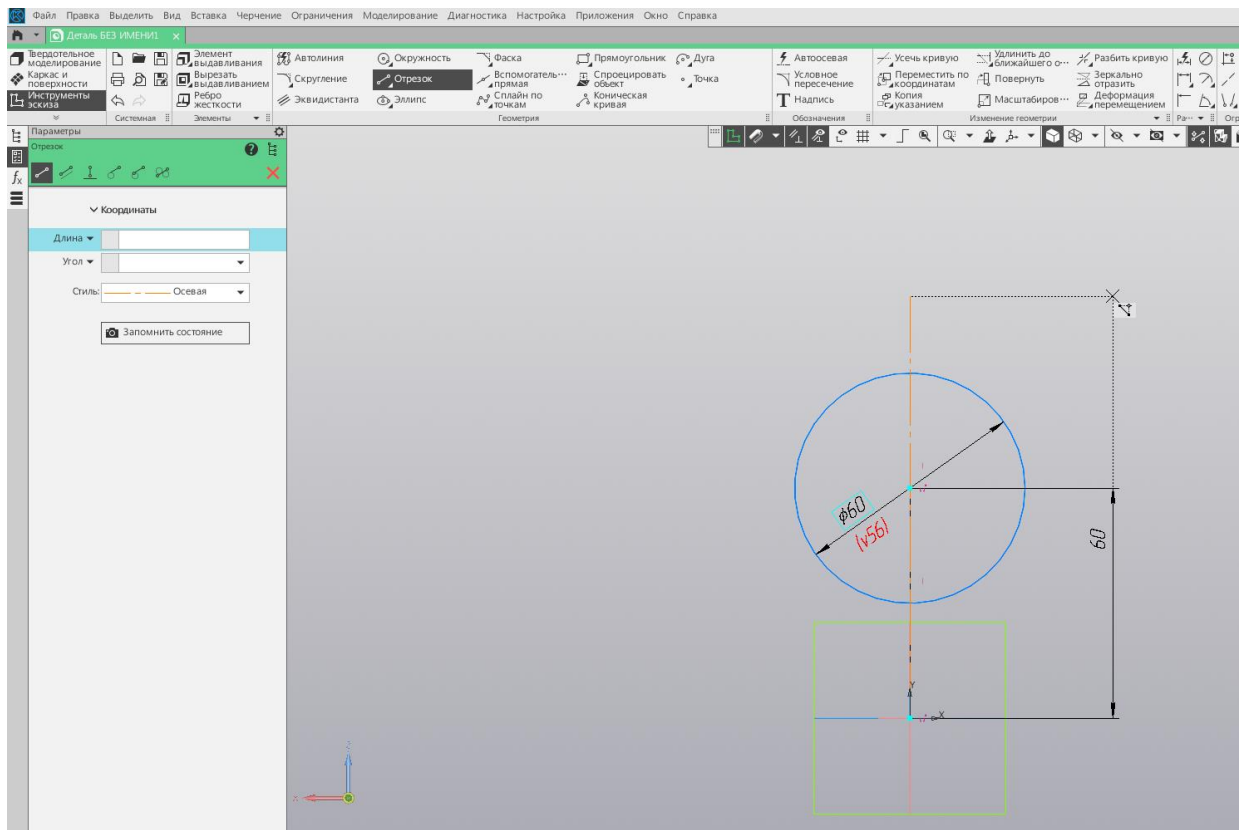

Рис. 4. Окружность 60 мм на расстоянии 60мм от центра координат
- г) авторазмером задать диаметр окружности 60 мм (рис.4);